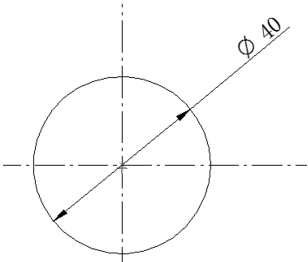

图 6-46 标注尺寸
(3) 单击【绘制草图】选项卡【尺寸】区域下的【智能尺寸】按钮，标注刚才放置圆的尺寸，如图 6-46 所示。